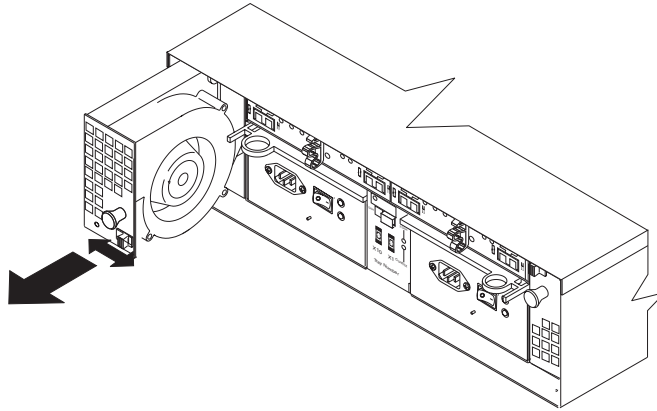

図 13. ファン CRU の取り替え
2. ファンをベイにスライドさせる前に、ファン・ラッチを矢印と同じ方向に動かします。ファンがベイに入らない場合は、180° 回転させます。(図 13 を参照してください。)